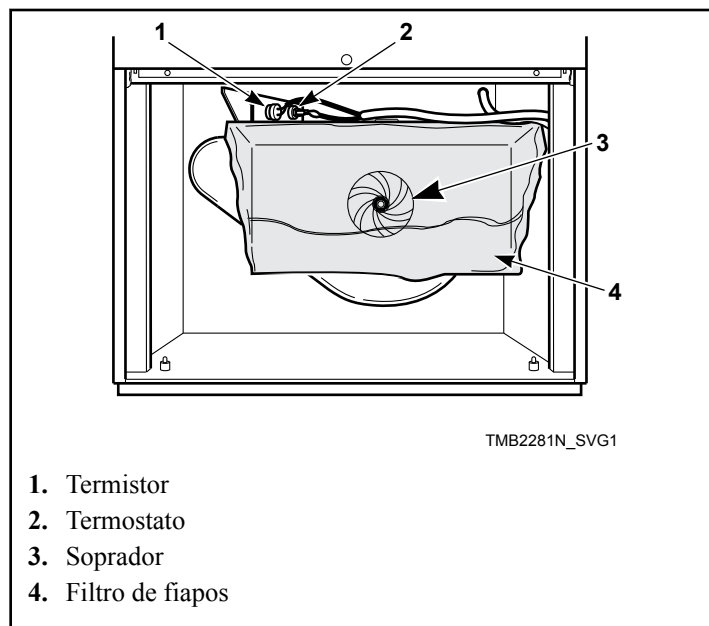

Figura 69
- e. Limpe os fiapos do compartimento do termistor e termostato de limite máximo. Consulte *Figura 69*.